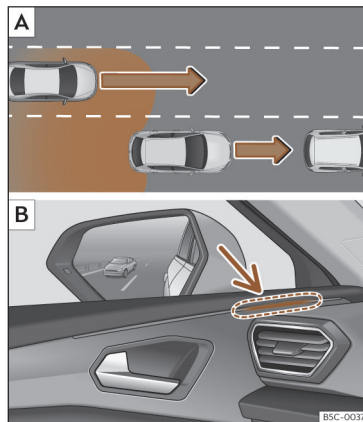
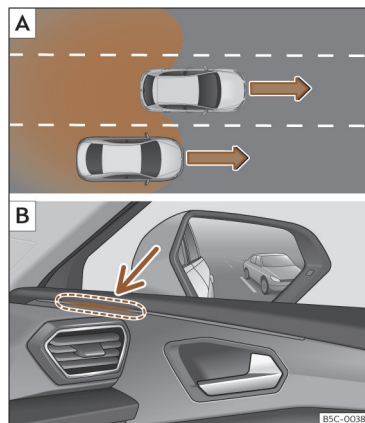

Fig. 143 Représentation schématique :
Fig. 144 Représentation schématique :
Dans les situations suivantes, une indication apparaît sur le voyant de contrôle >>> **fig. 143 B** (flèche) ou >>> **fig. 144 B** (flèche) :
- Lorsque le véhicule est dépassé par un autre véhicule >>> **fig. 143** .
- Lorsque le véhicule dépasse un autre véhicule >>> **fig. 144**  en cas de différence de vitesse d'environ 10 km/h (6 mph). Si le dépassement est considérablement plus rapide, aucune indication ne s'affiche.